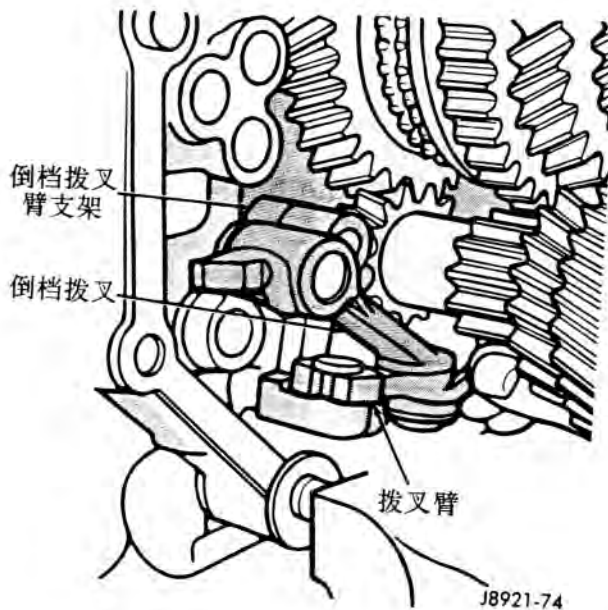

图 74 安装倒档拨叉臂
(1) 安装倒档拨叉臂，然后把它定位在换档拨叉臂支架上 (图 74)。